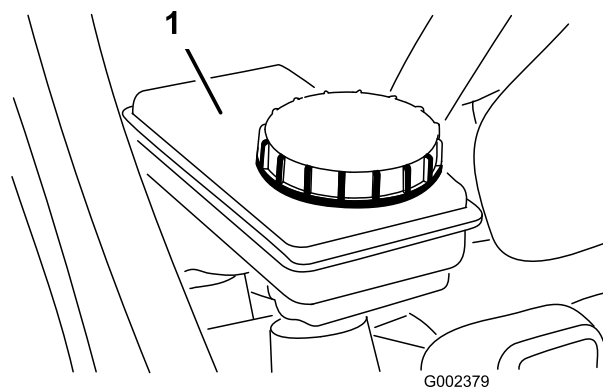

Figura 58
5. Assicuratevi che il livello del fluido raggiunga la linea di pieno nel serbatoio (Figura 58).
6. Se il livello è basso, pulite attorno al tappo del serbatoio, rimuovete il tappo e rabboccate fino al livello opportuno con l'olio dei freni specificato (Figura 58).